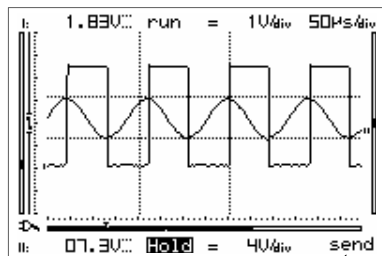

Fig 64
„Send“ (2) is displayed briefly.(Fig.64)
„**Send**“ (2) zal kort verschijnen (Fig.64)
“**Send**” (2) s'affiche brièvement (Fig.64)
„**Send**“ (2) erscheint zeitlich (Abb. 64)